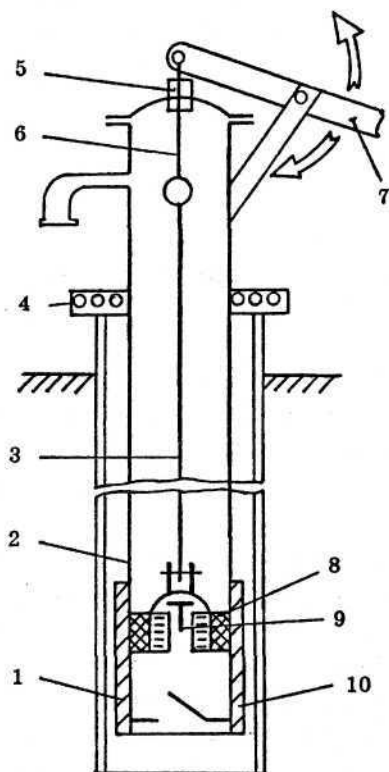

Рис. 1. Штанговый насос:
- *Штанговый насос (рис. 1)* состоит из колонны водоподъемных труб 2, насосного цилиндра 1, закрепленного на конце водоподъемных труб, комплекта штанг 3, на котором шарнирно закреплен поршень 8, и наземного ручного приводного механизма, состоящего из штока 6 и балансира 7.